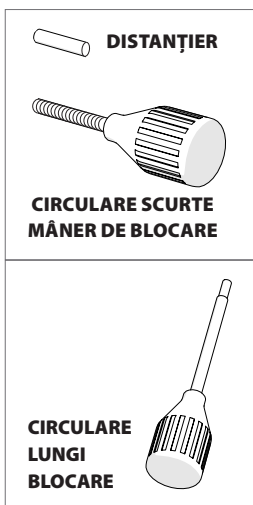

Fig. 2a
- Mânerul de blocare a fierăstrăului. (**Fig. 2a**)
(Fig. 2a) Potrivii distanțierul deasupra mânerului de blocare al circulei filetat înainte de instalare. (Doar mașini cu mânere de blocare ale circulei scurte)